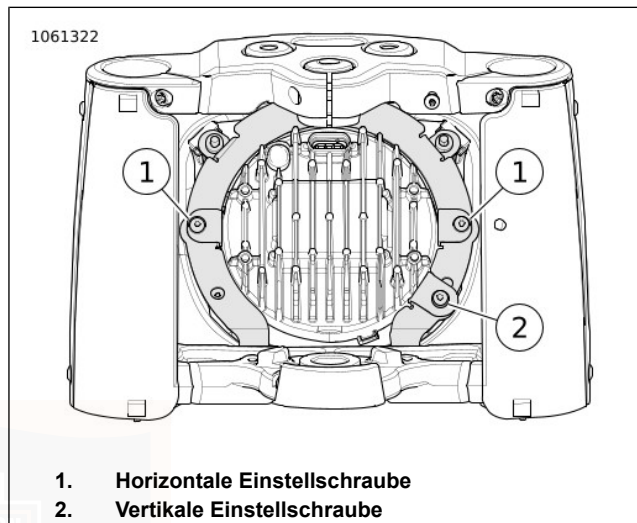

Abbildung 76. Scheinwerfereinstellung
1. Siehe Abbildung 76. Die horizontale Einstellschraube (1) drehen. Den Scheinwerfer horizontal ausrichten, bis der Lichtstrahl gerade nach vorne zeigt.
2. Die vertikale Einstellschraube (2) drehen. Den Scheinwerfer vertikal so weit neigen, bis der Strahl auf der Mitte der horizontalen Linie liegt.